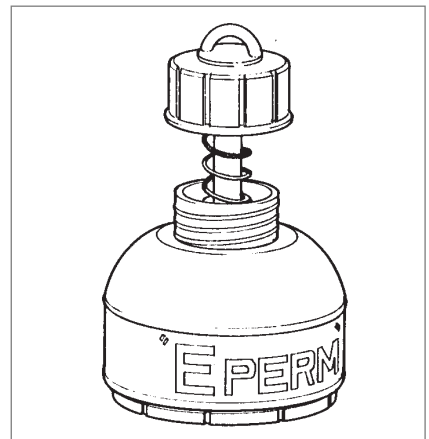

Figure 7 : Chambre d'ionisation avec électret
- **Chambres d'ionisation avec électret** – Il s'agit d'une cartouche de plastique renfermant un disque appelé un « électret » doté d'une charge électrostatique (voir la Figure 7). C'est le changement de la charge de l'électret qui permet de déterminer les teneurs en radon lorsqu'on expose l'appareil à l'air ambiant. Il existe deux types d'appareils selon la période d'exposition : le premier pour les mesures à court